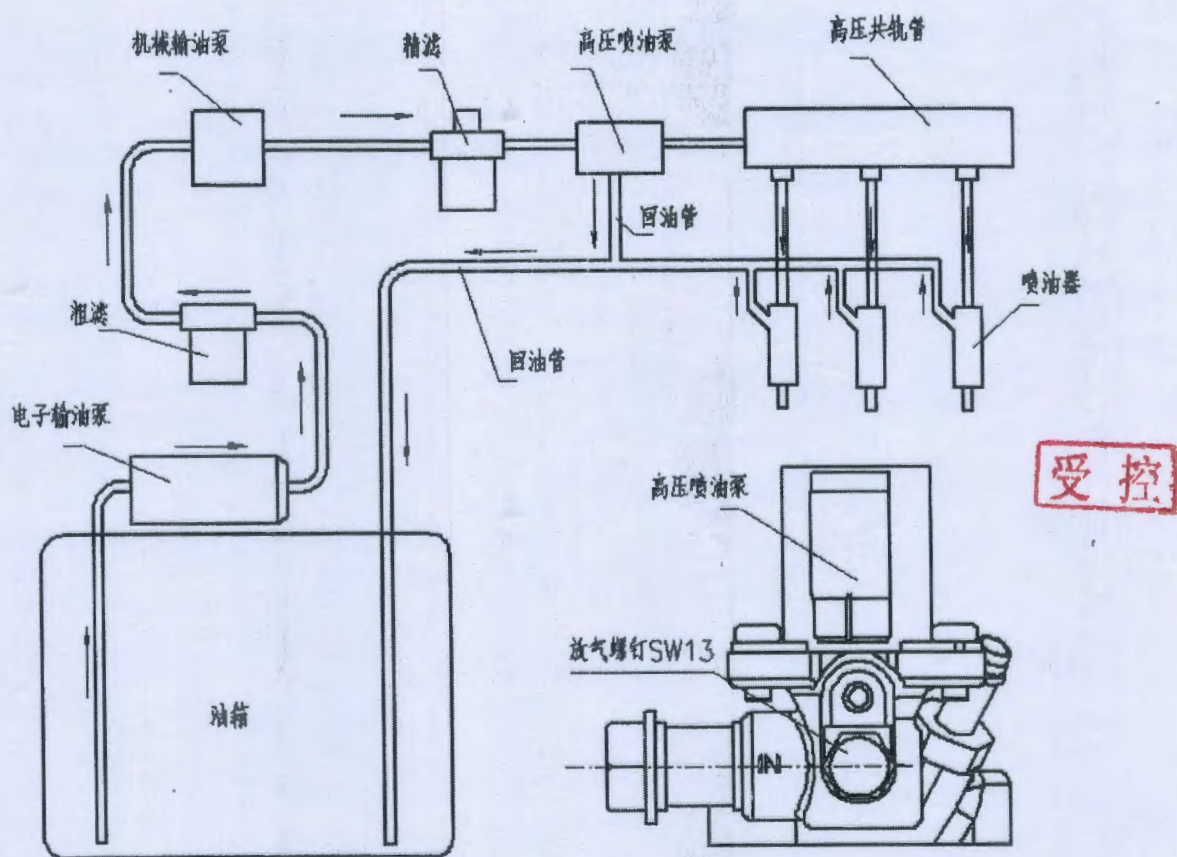

图 8 燃油系统连接图
- 4.4.6 燃油系统由油箱、电子输油泵、粗滤、油管等零部件组成，管路连接图如图 8 所示。